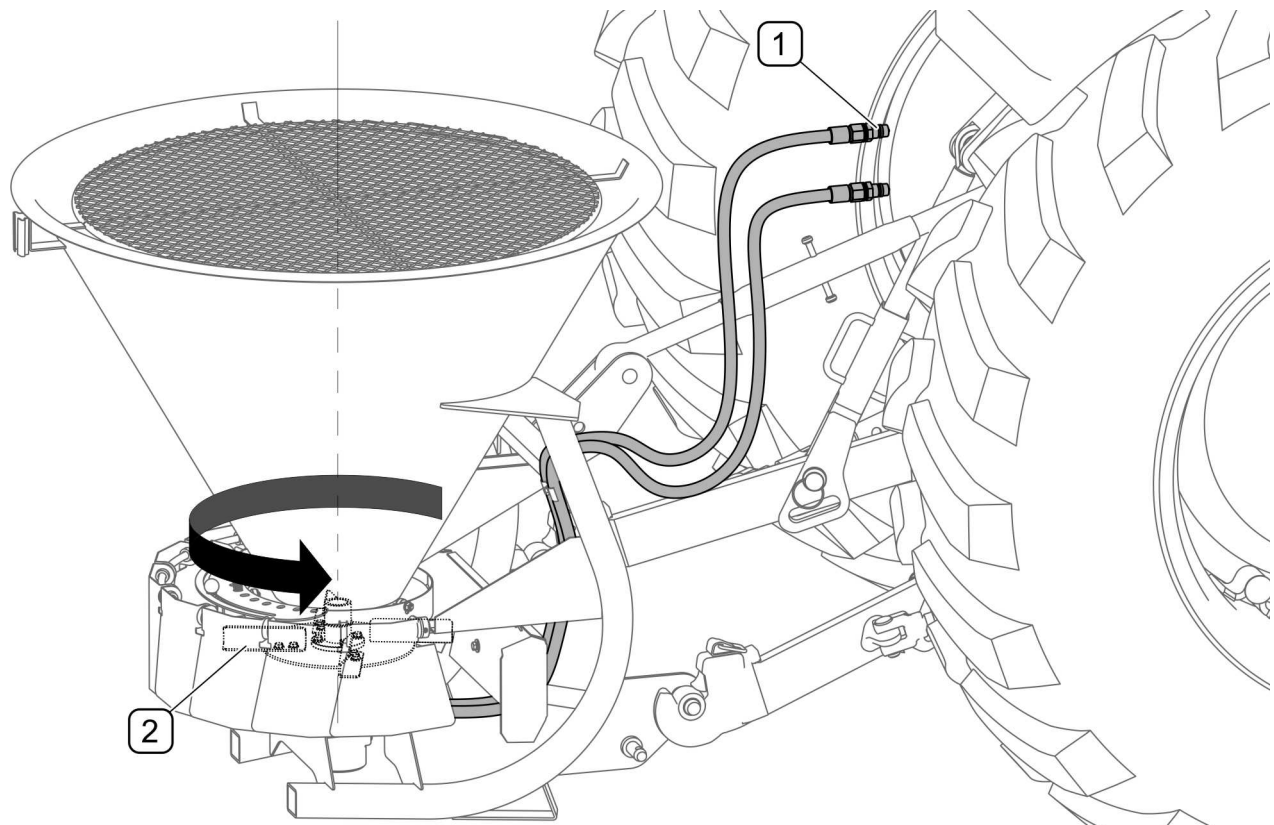

FIGURA 4.2 Conexión del sistema hidráulico al tractor
En esparcidoras con accionamiento hidráulico, los conectores (1) de los acoplamientos hidráulicos deben conectarse a las tomas de una de las secciones de hidráulica externa del tractor.(FIGURA 4.2). Después de conectar la fuente de alimentación, el disco esparcidor (2) debe girar en sentido antihorario. Si el disco gira en la dirección incorrecta, se deben cambiar los tapones del conector hidráulico.